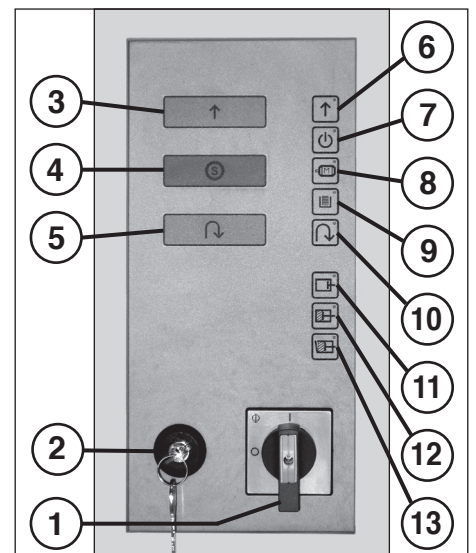

Fig. 6
- Desbloquear el interruptor de bloqueo (2) y pulsar el pulsador de "Avance del mecanismo de corte" (3) (fig. 6).
DESTRUCTORA DE DOCUMENTOS (fig. 6):
ELEMENTOS DE MANEJO (fig. 6, 7 y 8):
(Parada de emergencia) (fig. 6)
2 = Interruptor de bloqueo (fig. 6)
"Avance del mecanismo de corte" (fig. 6)
"Parada del mecanismo de corte" (fig. 6)
5 = Pulsador (fig. 6)
"Listo para el servicio" (fig. 6)
8 = Indicador de control "Fallo de motor" (fig. 6)
10 = Indicador de control (fig. 6)
11 = Indicador de control "Punzón detrás" (fig. 6)
"Fardo acabado" (fig. 6)
a) "Chapaleta/compuerta abierta" (fig. 6)
b) "Retención en la salida" (fig. 6)